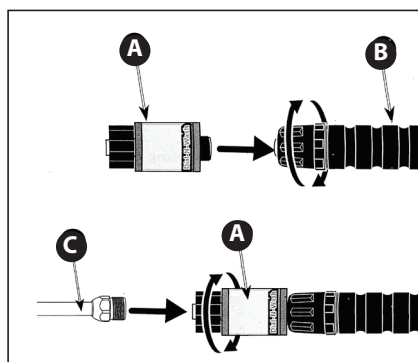

Fig. 1
4. Connectez le Dial-N-Wash (A) au pistolet pulvérisateur (B). Assurez-vous que la flèche (D) est orientée vers le haut lorsque le Dial-N-Wash est assemblé.
5. Connectez la lance de pulvérisation (C) au Dial-N-Wash (A).
6. Placez le Dial-N-Wash sur le réglage de pression MAX en alignant la flèche (D) sur le collier, comme illustré à la figure 1, et commencez à l'utiliser.
Réglez la pression en tournant le Dial-N-Wash dans le sens des aiguilles d'une montre pour une pression plus élevée (figure 1) ou dans le sens inverse des aiguilles d'une montre pour une pression plus faible (figure 2), en alignant la flèche avec la barre de pression souhaitée sur le Dial-N-Wash.